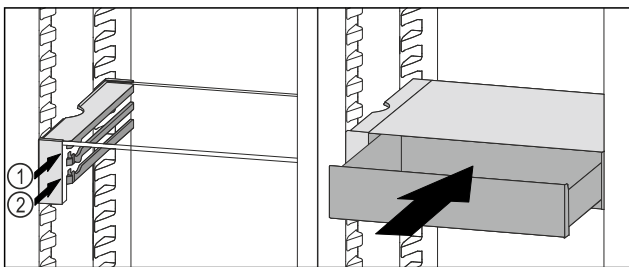

Fig. 103
- ▶ VarioSafe-Schubfach hinter den Stopperrn auf gewünschter Rippe Fig. 103 (1) oder Fig. 103 (2) aufsetzen.